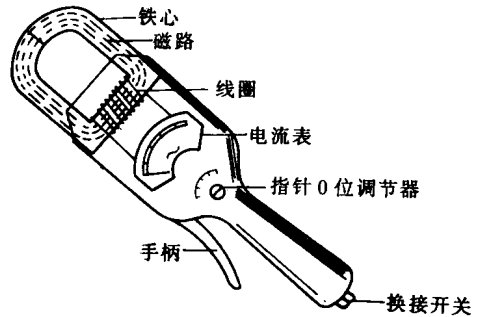

图 1—2 钳形电流表
1. 结构组成 钳形电流表简称钳形表,由电流互感器和电流表组成,外型像钳子一样,其结构如图 1—2 所示。